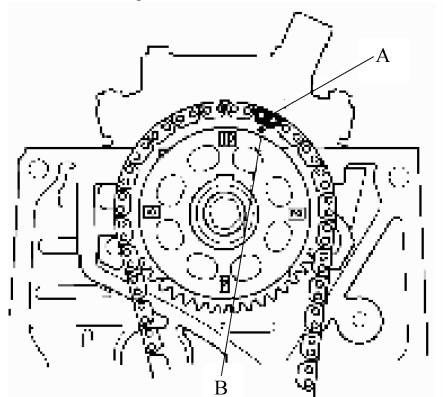

图 2-101 有色链节与凸轮轴链轮标记对正
4) 使彩色链板(A)与凸轮轴链轮上的标记(B)对齐,将凸轮链条安装在凸轮轴链轮上,见图 2-101。